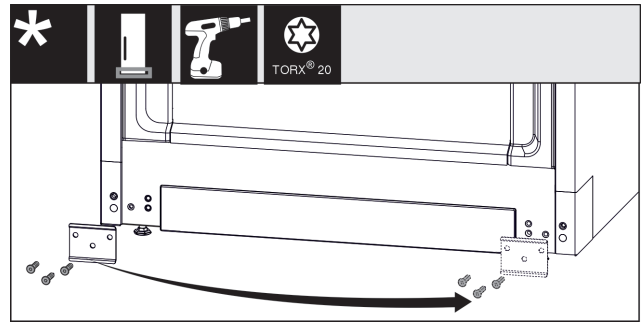

Fig. 13
- ▶ Відкрутіть щиток, переставити на інший бік і знову накрутити. Fig. 13 (1)